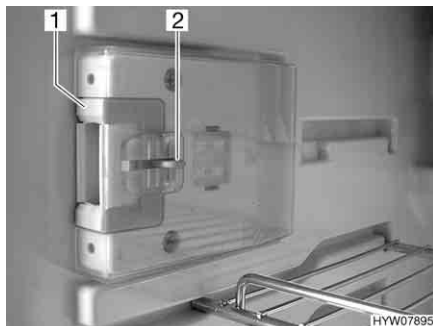
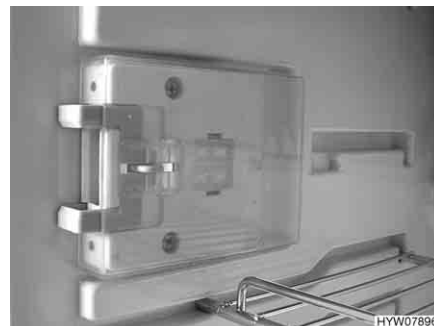

Fig. 185 Dispositivo di chiusura in posizione normale
Fig. 186 Dispositivo di chiusura in posizione di ricircolo d'aria
- Premere il dispositivo di sblocco (Fig. 185,2).
- Spingere il dispositivo di chiusura (Fig. 185,1) in avanti (Fig. 186).